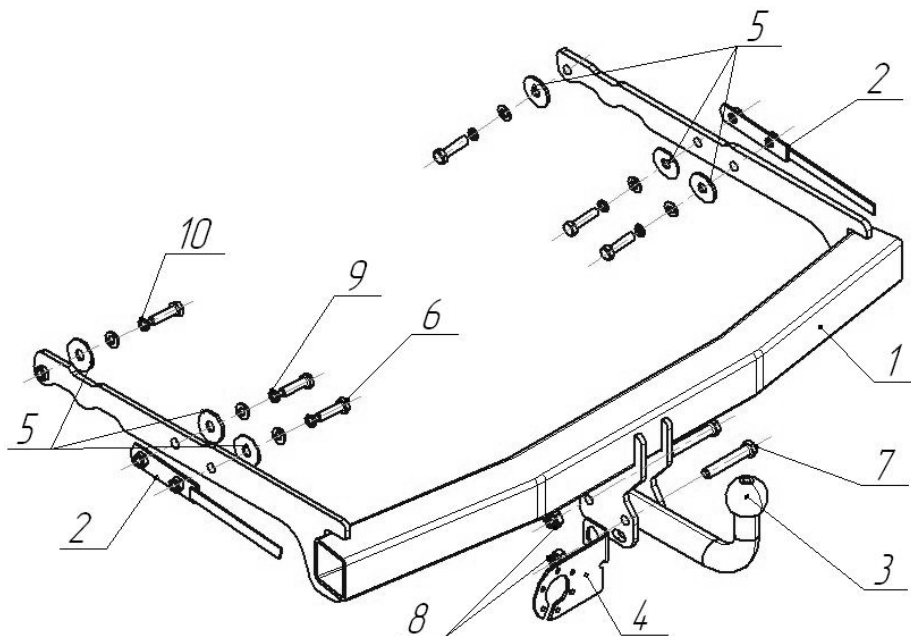

Рис.1 Установка на автомобиль
- Вставить ТСУ поз.1 (Рис.1) во внутренние полости лонжеронов автомобиля и закрепить их с помощью закладных поз.2 и крепежных элементов поз.5,6,9,10 (крепёж не затягивать!);